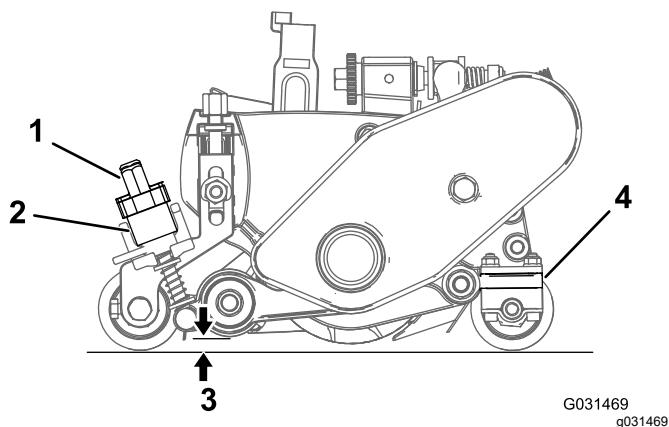

图 28
2. 旋转快速升起连杆图 28 至操作位置手柄朝向滚刀组的前面。
- 在疏草刀滚刀的端部测量从疏草刀刀片的最低刀尖到工作表面的距离 图 28。旋转高度调节旋钮 图 28 可提升或降低疏草刀刀尖至想要的高度。